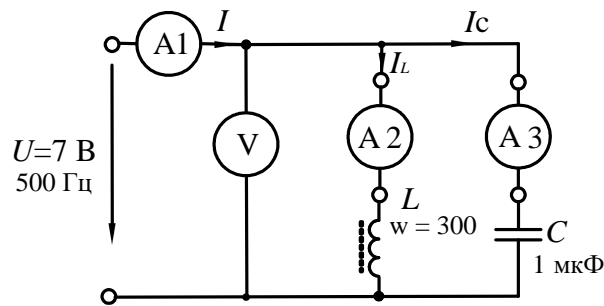

Рисунок 13 – Схема экспериментального исследования разветвленной цепи LC
3.1. Соберите цепь согласно схеме (рис. 13), подсоедините регулируемый источник синусоидального напряжения и установите его параметры:  $U=7$  В,  $f=500$  Гц. В качестве индуктивности с малым активным сопротивлением используйте катушку трансформатора 300 витков, вставив между подковами разъемного сердечника полоски бумаги в один слой (немагнитный зазор).